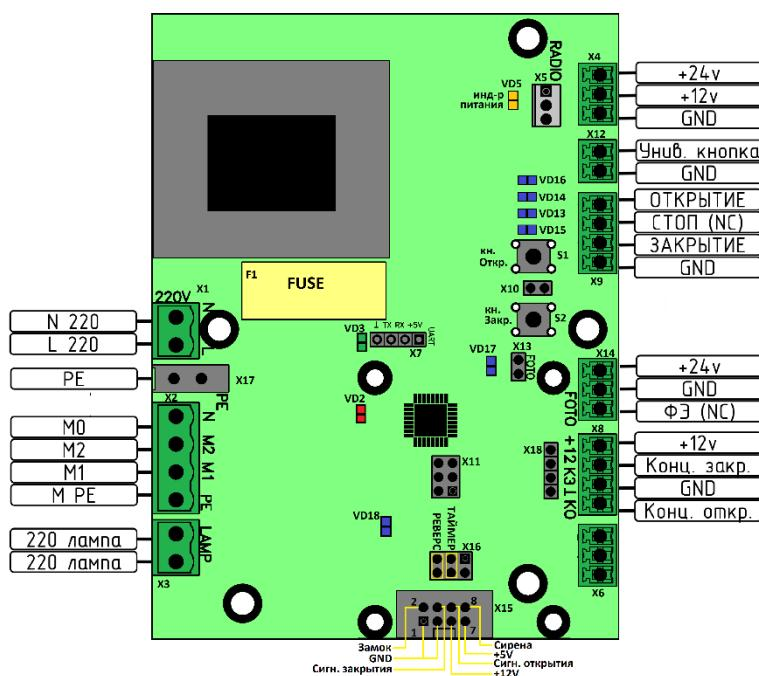

Рисунок 7
Питание шлагбаума однофазное, подключается к разъему X17 (см. Рисунок 7)
Фотоэлементы подключаются к разъему X14 (см. Рисунок 7). Питание фотоэлементов – 24В. Управляющий сигнал – нормально замкнутый. При срабатывании фотоэлемента в открытом положении – шлагбаум не будет закрываться, игнорируя любые команды, при этом светодиод VD17 гореть не будет.
При срабатывании фотоэлемента во время закрытия – закрытие прекратится и шлагбаум откроется. При отсутствии фотоэлементов на переключателе X13 (см. Рисунок 7) должен быть установлен джампер. При отсутствии перемычки шлагбаум не будет закрываться.
Подключается к разъему X9 (см. Рисунок 7)
3. Блок перейдет в режим настройки задержки таймера. Количество миганий индикаторов открытия и закрытия (см. Рисунок 7) отобразится текущее время задержки в секундах кратное 5. (3 мигания – 15 секунд)